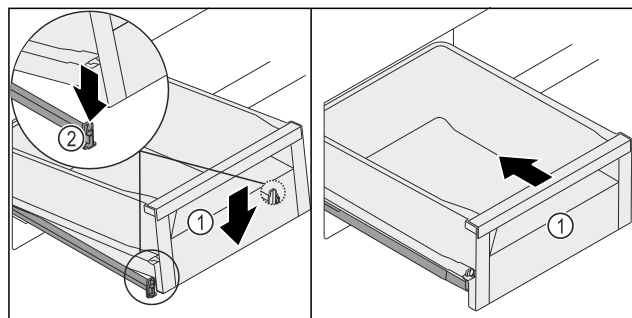

Fig. 120
- ▶ Szufladę Fig. 120 (1) opuścić z przodu tak, aby szuflada po stronie lewej i prawej wsunęła się w zacisk Fig. 120 (2).
- ▶ Szuflada Fig. 120 (1) zatrząskuje się słyszalnie.
- ▶ Wsunąć szufladę Fig. 120 (1).